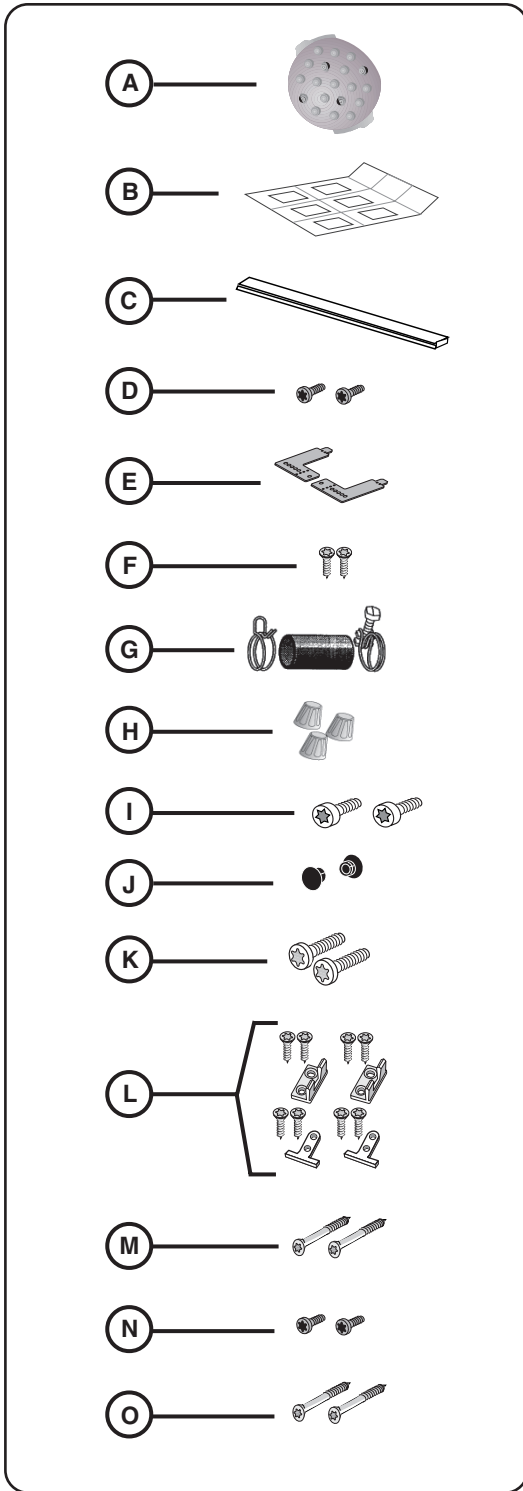

Ilustración 1
Les numéros de modèle et de série sont situés sur la plaque signalétique placée du côté droit de l'intérieur de la porte du lave-vaisselle. Voir figure 1. Cela ressemble à ceci :
Los Accesorios para su lavadora se empacaron en una o más bolsas de plástico. Revise que se incluyeron con su modelo todas las piezas que se muestran en la Ilustración 1 (NOTA: Los gráficos se muestran fuera de proporción). Si faltan piezas, comuníquese al respecto inmediatamente con el vendedor.
- Una Boquilla Regadera para Piezas Extra Altas (Ilustración 1, artículo A)
Los modelos SHI y SHV también incluyen una Hoja Patrón para la Instalación del Panel (Ilustración 1, artículo B).
Los modelos SHY66 y SHX99A también incluyen una Tira Aislante de Algodón (Ilustración 1, artículo C).